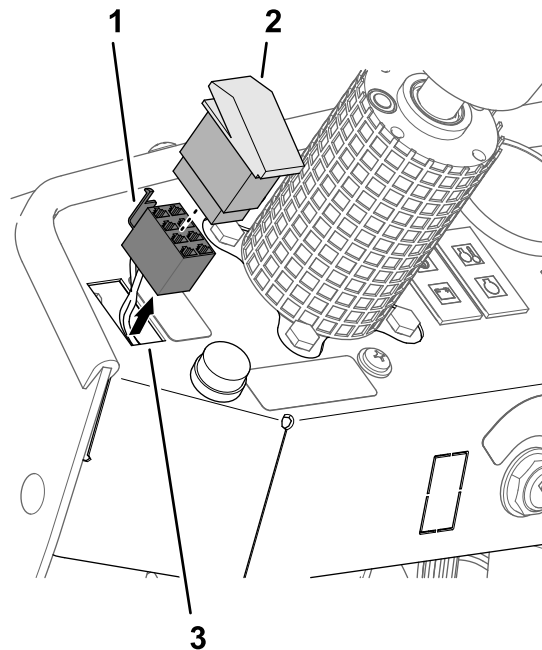

Figura 28
1. Rimuovete l'interruttore delle luci dalla plancia (Figura 28).
2. Rimuovete il connettore a 8 prese indicato come INTERRUTTORE DEI FARI dall'interruttore dei fari (Figura 28).